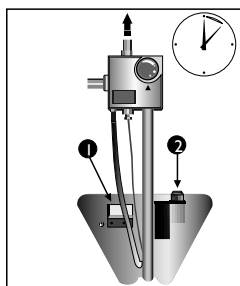

Figura 31
- Suelte el botón de paso de gas al piloto. La llama del piloto debe permanecer encendida. En caso contrario repita los ítems 4 y 5, conservando oprimido el botón de paso de gas al piloto durante más tiempo (Ver figura 31).